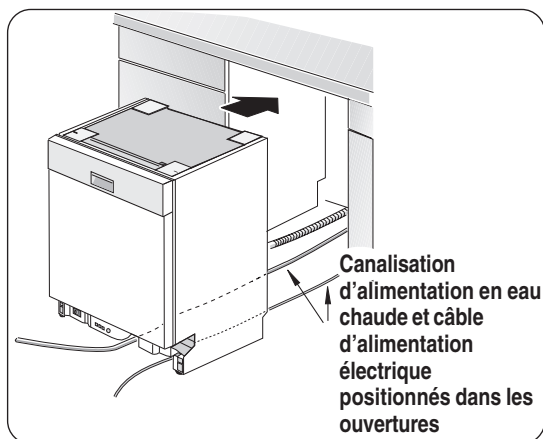

Figure 18
- 2 Positionner le lave-vaisselle assez près de l'ouverture pour acheminer le tuyau de vidange à la connexion du drain d'évier. S'assurer que la canalisation en eau chaude et le câble électrique sont dans leurs rainures sous la base de l'appareil comme à la **figure 18**.